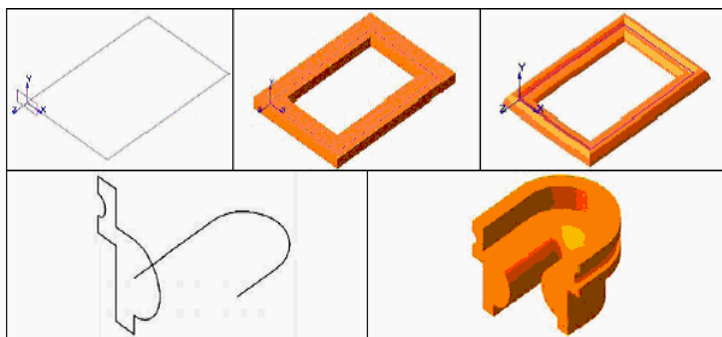

Рис. 2.
- контур может быть разомкнутым или замкнутым (рис.2).